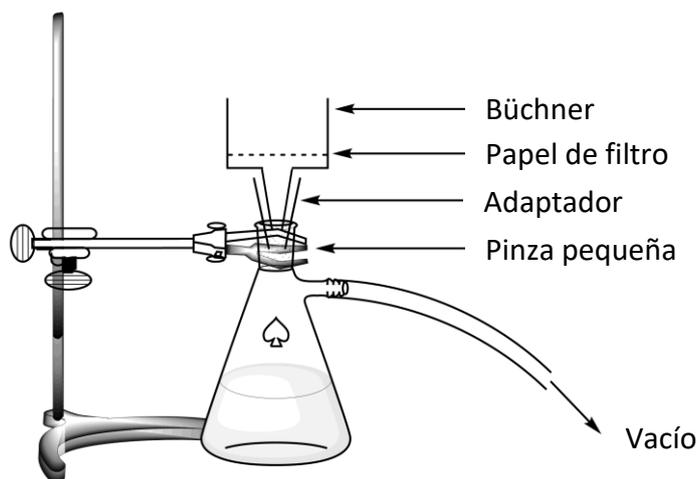

Figura 2. Montaje para la filtración al vacío
7. **Monta** un aparato de filtración al vacío (vea la Figura 2) usando un Büchner, un papel de filtro, y un Kitasato que debe estar asegurado al soporte del laboratorio con una pinza pequeña. **Levanta** tu tarjeta de HELP. Un asistente de laboratorio vendrá a mostrarte cómo conectar el Kitasato al vacío.